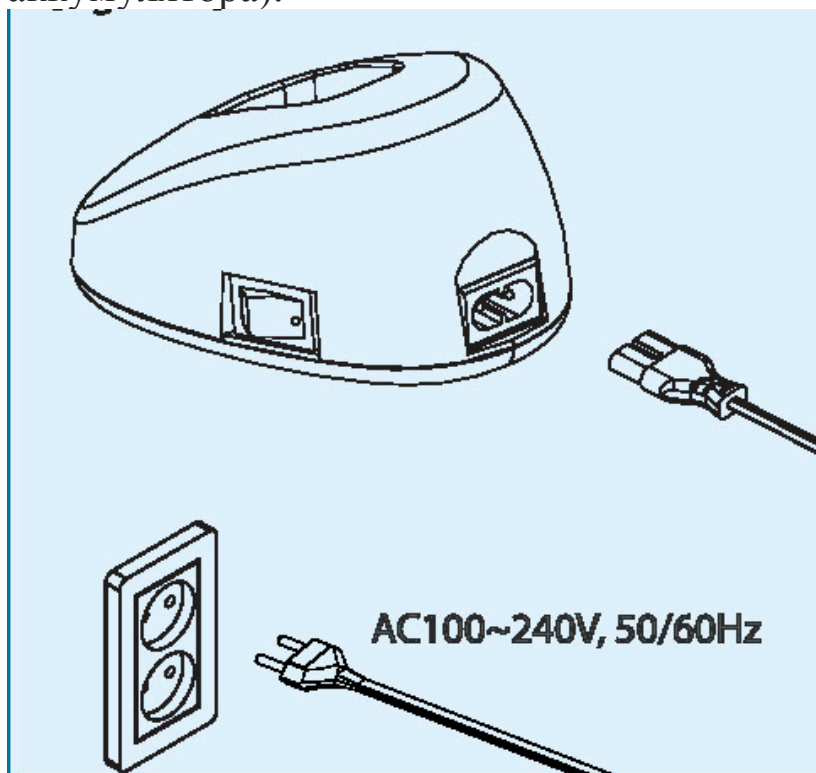

Рисунок 4
2) Конечно, вставьте шнур питания в разъем питания на задней панели зарядного устройства, а затем подключить кабель питания к электрической розетке (см. рисунок 4).